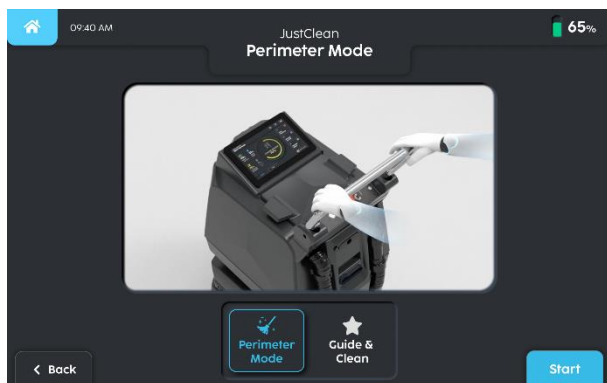

Fig. 9
1. Sélectionnez le mode Périmètre (Fig 9).